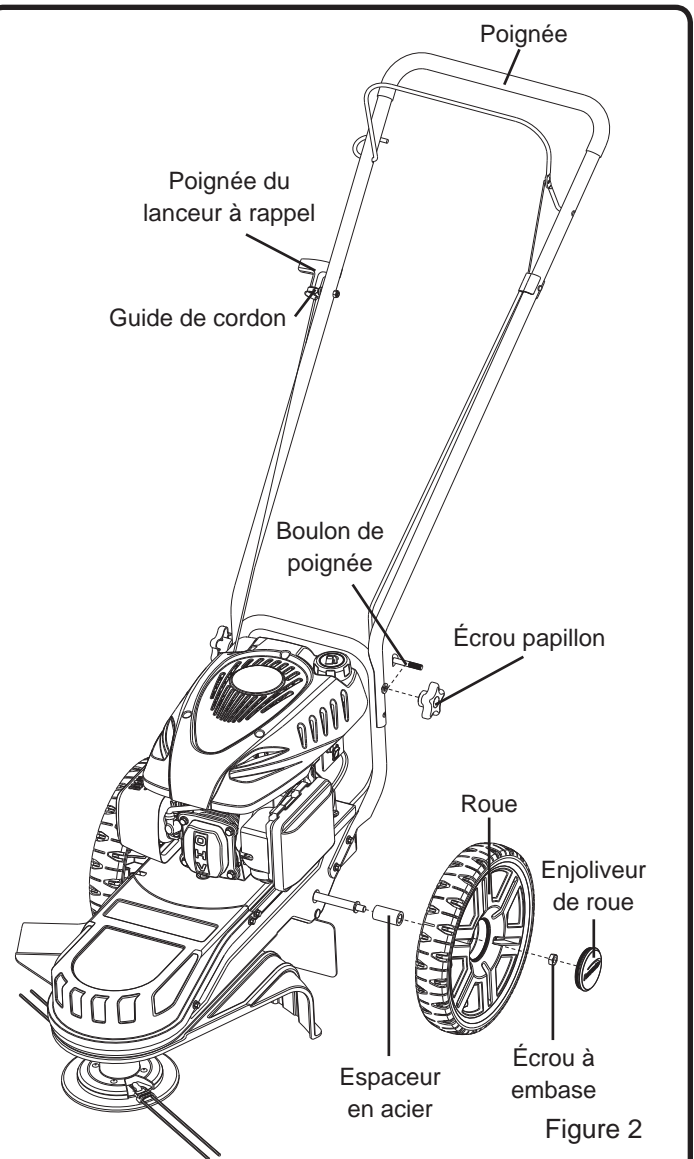

Figure 2
**REMARQUE :** Référez à la Figure 2 en suivant les étapes suivantes